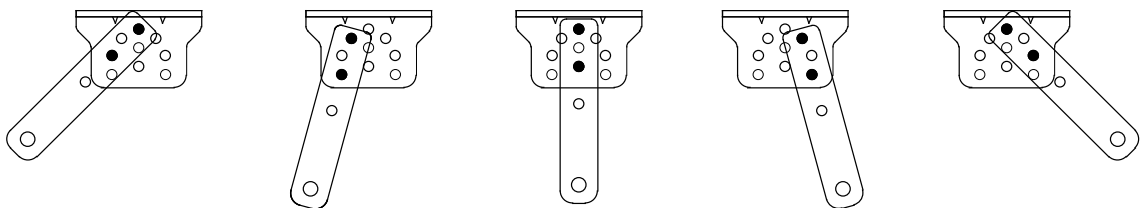

Figura 6
B) El soporte de conexión y el soporte de pared se pueden conectar según diferentes condiciones, consulte la figura 6.